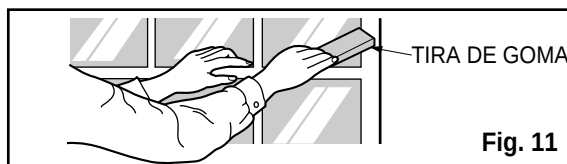

Fig. 11
8. Corte la tira de goma a la medida apropiada e introdúzcala entre la parte superior e inferior de la ventana. (Ver Fig. 11)